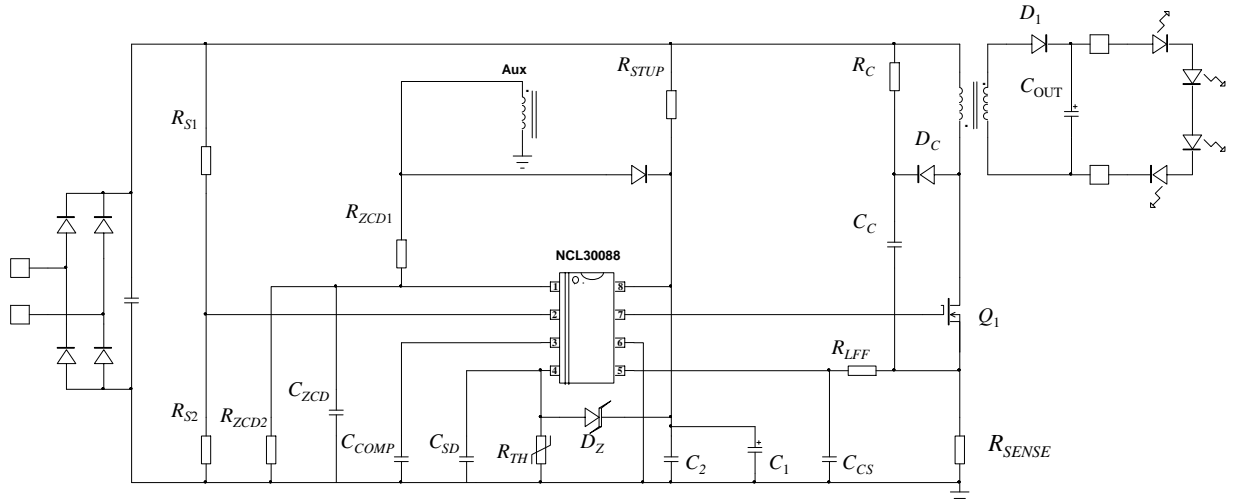
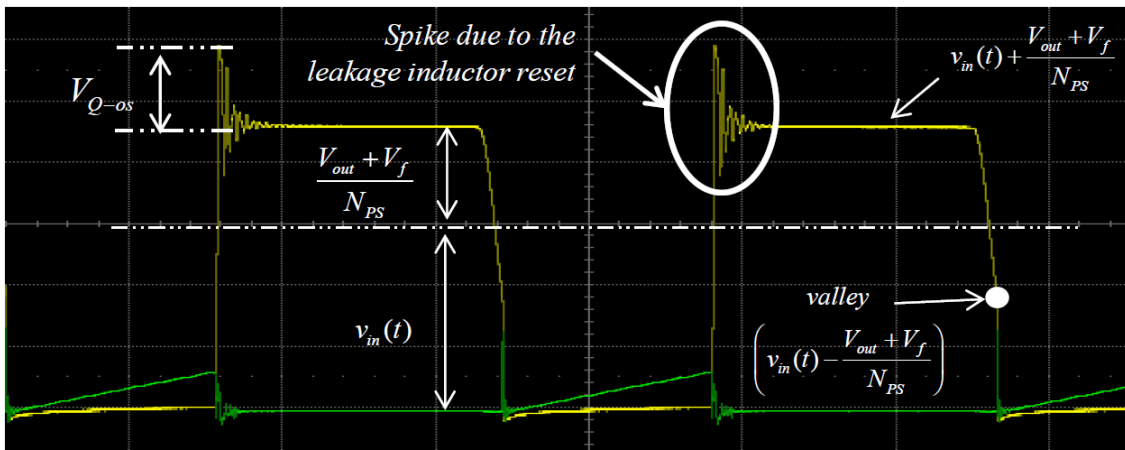

Figure 2. Basic Schematic
Figure 3. MOSFET Drain-source Voltage (Yellow Trace) and Current (Blue)
一般にトランスの2次側巻数N_{PS}と1次側巻数の比(N_{PS} = n_s / n_p)(n_pは1次側巻数、n_sは2次側巻数)は入力電流ストレスが軽減されるよう、可能な限り小さい値を選択します。ただし、N_{PS}は小さすぎではありません。オフ時間中に反射する電圧の大きさはN_{PS}によって決まる(Figure 3を参照)ため、N_{PS}は1次側のMOSFETにかかる電圧ストレスを制限できる程度に高くなければなりません。実際、1次側MOSFETと出力ダイオードが耐える電圧は次式のとおりです。
- V_{Q-ov}はFigure 3に示したMOSFETの過電圧です。このオーバシュートの原因は漏れインダクタ・リセットにあります。Figure 2のD_C、C_C、R_Cから成るクランプ回路がこのオーバシュートを抑えます。
ン・ソース間電圧が破壊レベルまで上昇します。そこでクランプ回路が必要です。この回路には、ダイオード、抵抗、コンデンサ(Figure 2の D_C 、 R_C 、 C_C)が必要です。